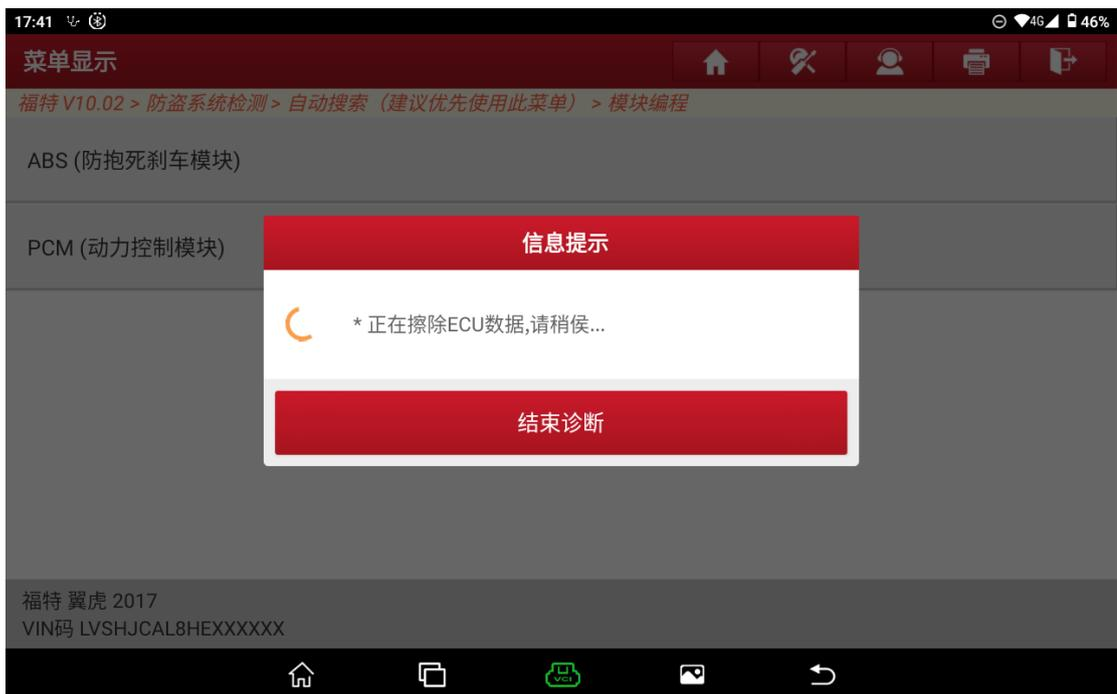
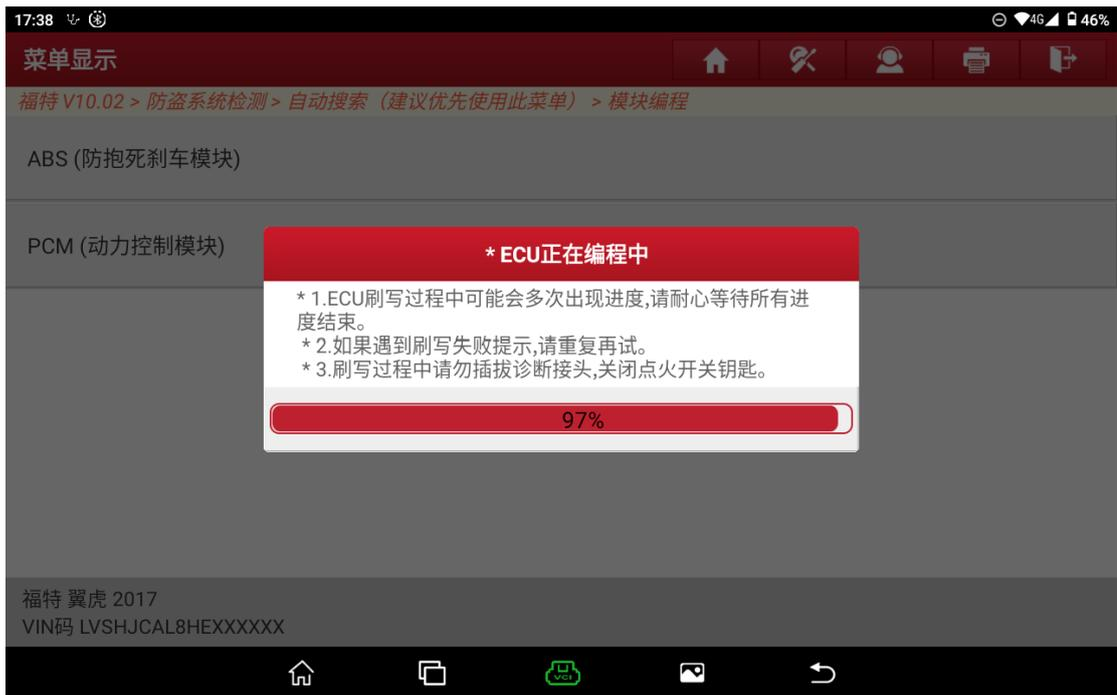

图 B18
图 B19
16. ECU 编程过程进度条会出现多次 (图 B18、图 B19),